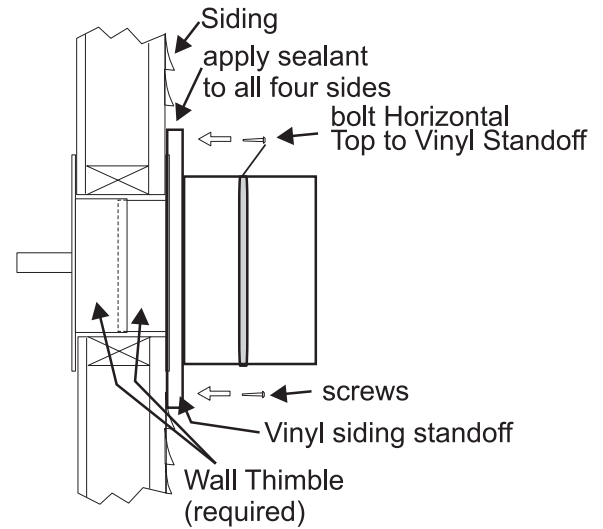

Figure 39: Installation of Vinyl Siding Standoff.
Étape 7. Glissez le coupe-feu mural jusqu'à la surface du mur et attachez-le avec les vis fournies. (Voir figure 39).